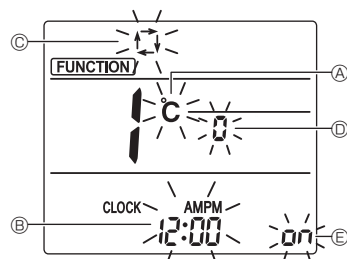

Fig. 4-11
Skärmen för inställning av skärmen visas. (Fig. 4-11)
4.12.2. Ändra temperaturenhet (Fig. 4-11 A)
4.12.3. Ändra tidsvisningen (Fig. 4-11 B)
4.12.4. Ändra till AUTO-läget (Fig. 4-11 C)
4.12.5. Ändra parnummer (Fig. 4-11 D)